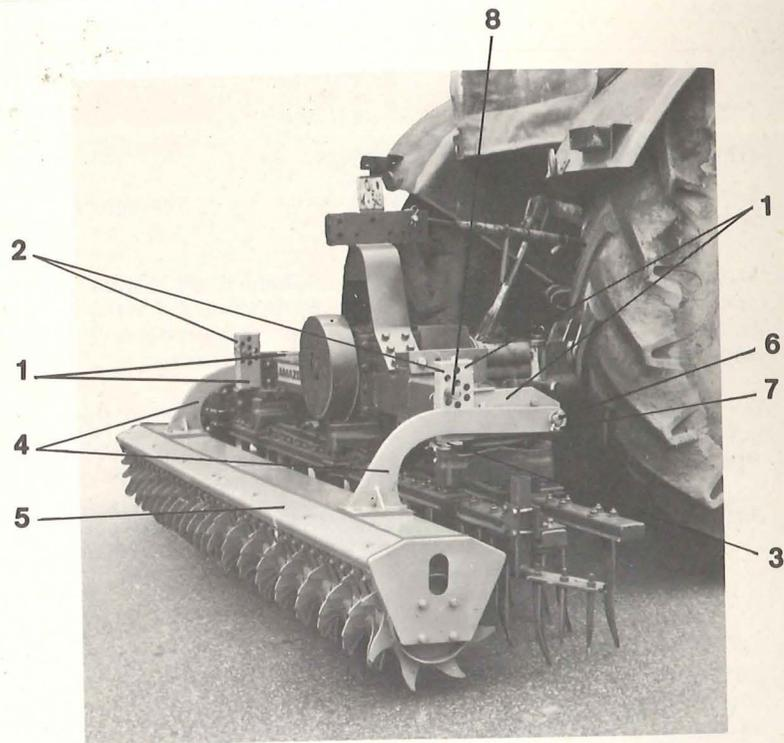

Fig. 3
Bei den im folgenden Text aufgeführten Zahlen, z. B. Fig. 3/2, bedeutet die erste Zahl die Nummer der Abbildung (Fig.), und die zweite Zahl kennzeichnet das Einzelteil in dieser Abbildung.
2. Zum Anbau der Packerwalze an die Rüttelegge werden zuerst die Abstützungsteile (Fig. 3/1) mit dem Absteckholm (Fig. 3/2) nach rückwärts und mit der Tragarmauflage (Fig. 3/3) nach außen an die Rüttelegge angeschraubt. Die Montage der Tragarme (Fig. 3/4) an die Trägerhaube (Fig. 3/5) der Packerwalze erfolgt zunächst nur lose mit dem freien Ende in Fahrtrichtung zeigend. Nachdem die Packerwalze mit Hilfe der Kupplungsbolzen (Fig. 3/6), die durch Klappvorstecker (Fig. 3/7) zu sichern sind, an die Rüttelegge angekuppelt ist, sind die Tragarme (Fig. 3/4) stramm gegen die Absteckholme (Fig. 3/2) der Abstützungsteile zu schieben und festzuschrauben. Die Absteckbolzen (Fig. 3/8) sind zur exakten Einstellung der Arbeitstiefe der Rüttelegge in das gewünschte Loch der Absteckholme **oberhalb** der Tragarme (Fig. 3/4) zu stecken und durch Federvorstecker zu sichern.